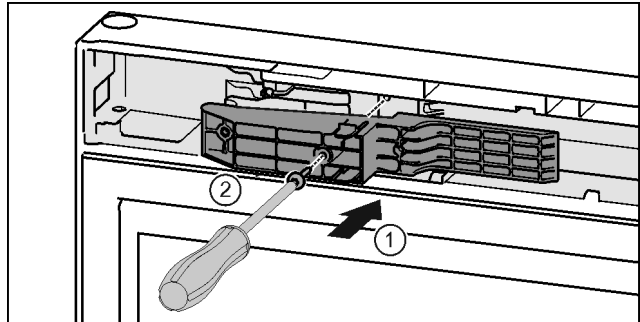

Fig. 48*
- ▶ Pange adapterdetail käepideme küljel väljalõikesse. Fig. 48 (1)*
- ▶ Keerake kruvid kruvikeerajaga T15 kinni. Fig. 48 (2)*